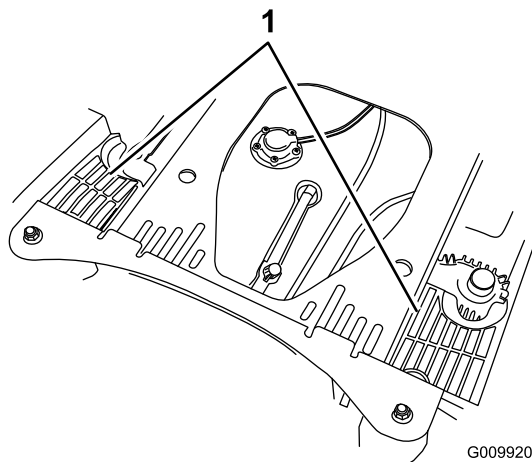

Figura 71
4. Limpie cualquier residuo o hierba de las cubiertas de la unidad hidráulica (Figura 71).